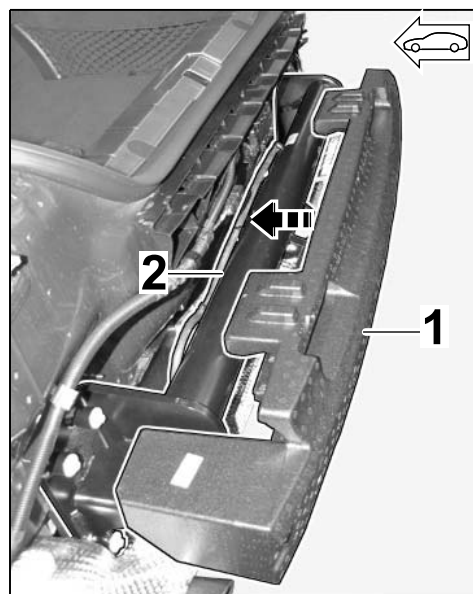

Рис. 16
- 3.2 Установить новую пенопластовую деталь траверсы на тягово-сцепное устройство (⇒ Рис. 16).